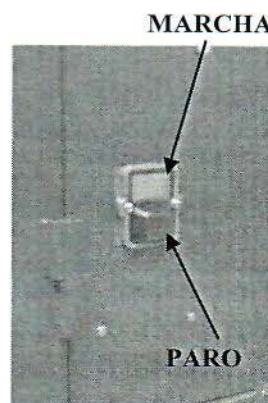

Fig. 4.1. Interruptores marcha y paro
- Arrancar la máquina pulsando el interruptor de color verde o marcado con "1" (Ver fig. 4.1.).
- Pulsar el interruptor de color rojo o marcado con "0" (Ver fig. 4.1.).